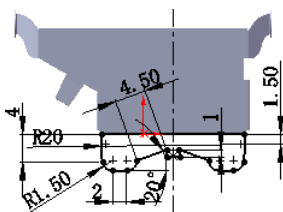

图 6.52 横断面草图
② 定义横断面草图。在草图环境中绘制图 6.52 所示的横断面草图。
③ 选择下拉菜单 **插入(I)** → **退出草图** 命令，退出草图环境，此时系统自动生成薄片 2。